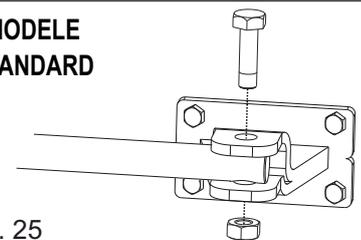
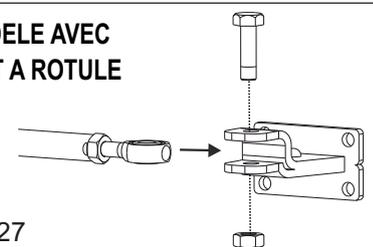

Fig. 25
Fig. 27
- Fixer la tige chromée dans le support antérieur en serrant la vis en dotation - Fig. 25 ou Fig. 27